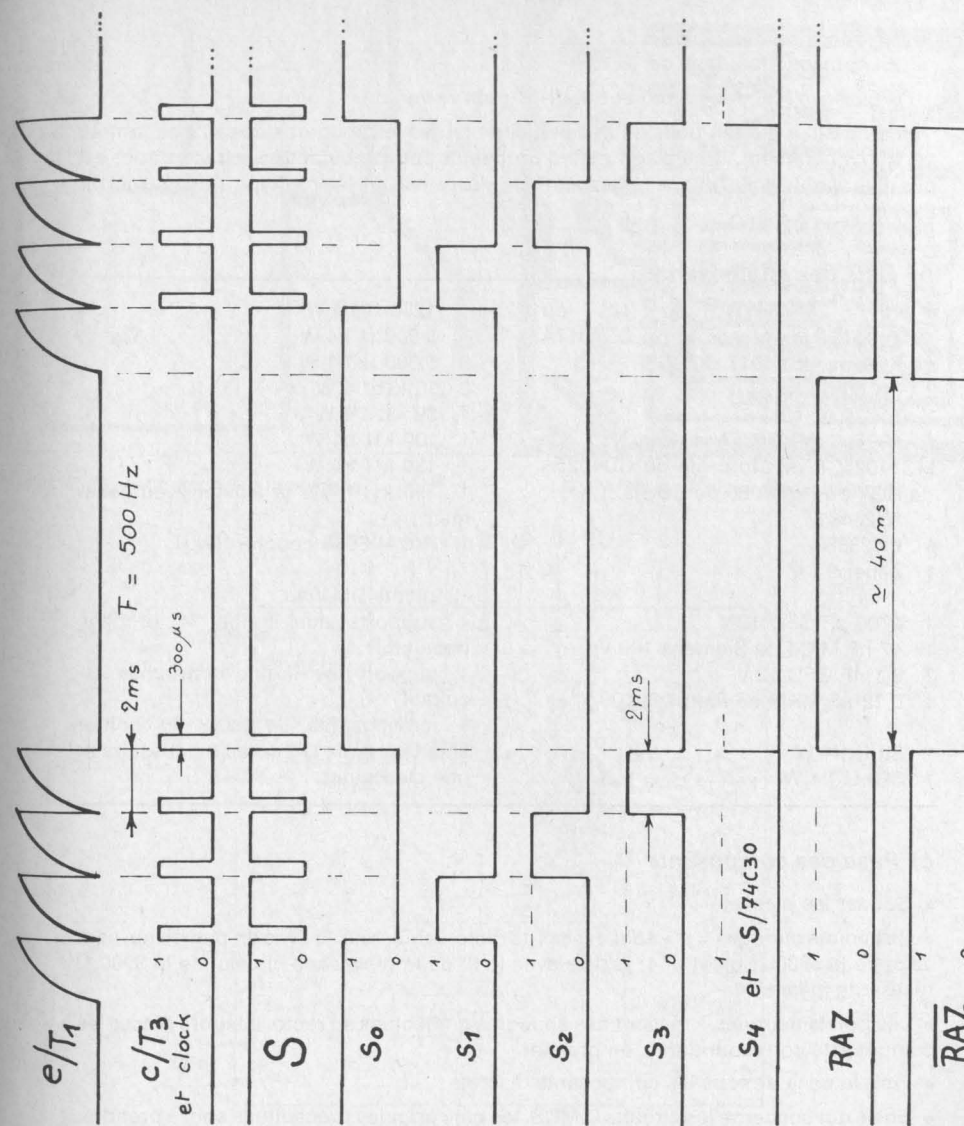

Fig. VI-35. — Diagrammes des signaux du codeur TFN8.
**Au repos :** La sortie  $\overline{RAZ}$  étant au niveau 1 (+ 8,5 V) le transistor  $T_2$  conduit, le condensateur de 47 nF se charge et  $T_1$ , unijonction déjà rencontrée dans le TFF8, le décharge périodiquement. La fréquence est ajustée à 500 Hz pour une distance des impulsions de 2 ms. Les fronts descendants de la dent de scie déclenchent  $T_3$  et  $T_4$  qui fabriquent des impulsions de 300  $\mu$ s transmises par  $S$  à la platine HF et qui la modulent. (Voir le diagramme des signaux de la fig. VI-35.)
**Travail :** Mais supposons maintenant que le poussoir n° 4 soit appuyé et pour bien comprendre le principe, admettons que, au départ la décade soit à 0 ( $S_0 = 1$ ). (Voir fig. VI-35.) Le phénomène démarre. La première dent de scie se forme et provoque la première impulsion appliquée à l'entrée CLOCK :  $S_0$  passe à 0 et  $S_1$  à 1. Puis c'est la deuxième :  $S_0 = S_1 = 0$  et  $S_2 = 1$ ... enfin la quatrième survient et fait passer  $S_4$  à 1.